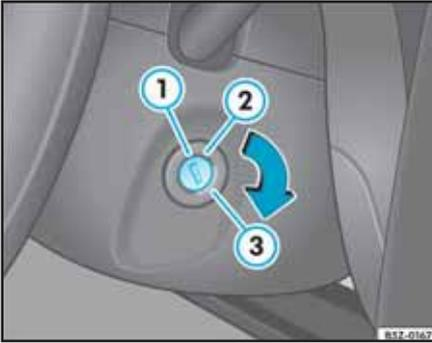

Fig. 125 Posiciones de la llave de ignición
En esta posición ⇒ fig. 125 ①, el motor y la ignición están desactivados.
En esta posición ⇒ fig. 125 ②, se encienden las luces indicadoras.
Nesta posición ⇒ fig. 125 ③, se produce el arranque del motor, quedando temporalmente desactivados los grandes consumidores eléctricos.
- Gire la llave hasta la posición ⇒ página 133, fig. 125  para arrancar el motor.
- Gire la llave de la ignición para la posición ⇒ página 133, fig. 125 .